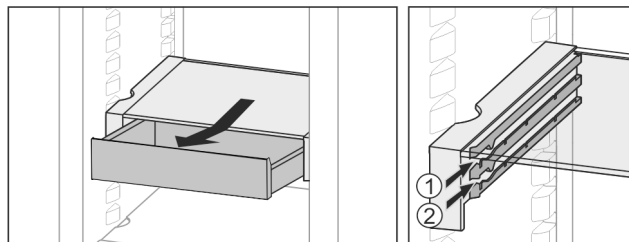

Fig. 22
- ▶ Zasuňte v libovolné výšce Fig. 22 (1) nebo Fig. 22 (2).